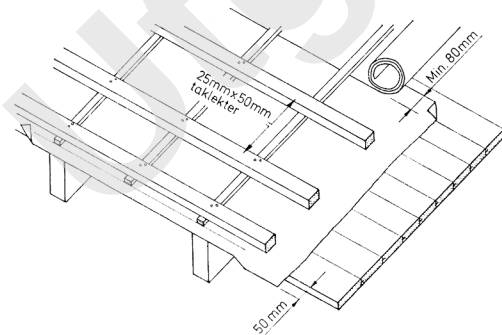

Fig. 21
- 21 På undertak monteres takskifer alltid på et system av dobbelte lekter. Derved får tekkingen en viss ventilering, og vann som kan trenge inn under tekkingen, vil fritt kunne renne nedover undertaket til takfoten og ut, fig. 21. Der det brukes undertak av spesialduk o. l. brukes også dobbelt sett taklekter. Duken festes til sperrene med lekter, og herover kommer taklekter eller åser.
- .3 Strø kan være 13 mm eller tykkere, og legges fortrinnsvis over hver sperre. Mellom sperrene legges 1 eller 2 strø, alt etter sperreavstanden, se fig. 21. For 25 mm × 50 mm taklekter skal avstanden mellom strøene ikke overstige 450 mm.